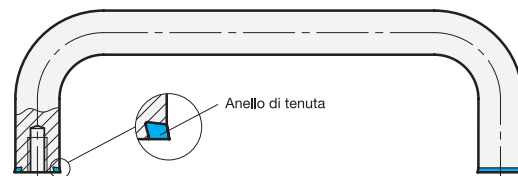

Fig. 1
- La maniglia a ponte può essere usata solo insieme all'anello di tenuta in dotazione. L'anello di tenuta ha una forma conica, pertanto occorre rispettare la corretta posizione di installazione (Fig. 1).